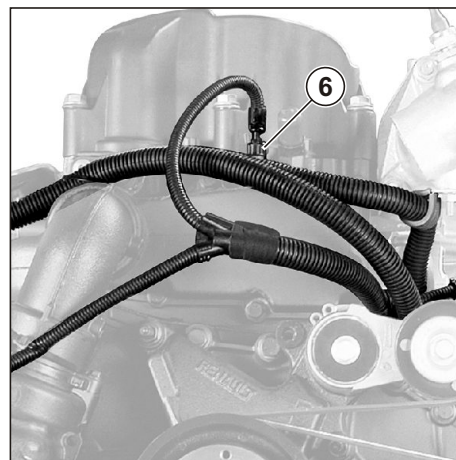

Рис. 77. Расположение датчика на двигателе (вид спереди).
- датчик давления в рампе (1);
- датчик фазы (2);
- датчик температуры и давления воздуха во впускном коллекторе (3);
- датчик частоты вращения двигателя (4) (на картере маховика);
- датчик давления масла (5);
- датчик температуры охлаждающей жидкости (6) (см. Рис. 77);
- датчик температуры и давления топлива (7);